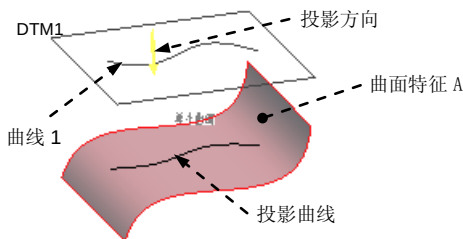

图 3.3.25 创建投影基准曲线
如图 3.3.25 所示，曲线 1 是 DTM1 基准平面上的一条草绘曲线，现需在曲面特征 A 上创建其投影曲线，则操作步骤如下：
Step2. 选取图 3.3.25 所示的曲线 1。
Step4. 选取曲面特征 A，此时即产生图 3.3.25 所示的投影曲线。